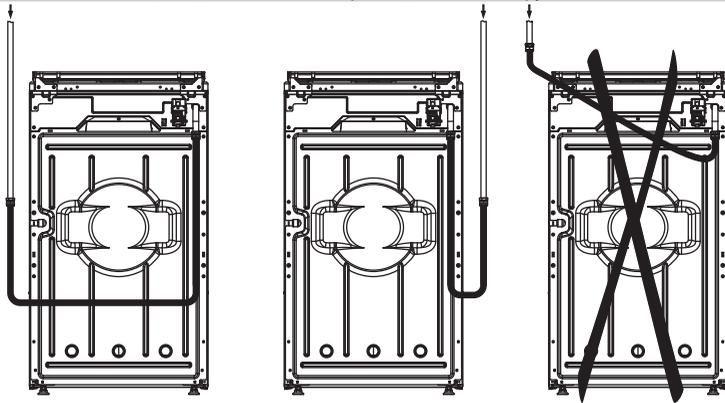

рис. 4
- гибкий присоединительный рукав не должен проходить в зоне горячего воздуха дымохода и касаться задней стенки плиты (рис. 4);
ПОМНИТЕ! После установки плиты на место обязательно проверьте положение гибкого шланга подвода газа и шнура питания (рис. 4). Они не должны проходить над дымоходом и касаться задней стенки плиты. Во время работы духовки там возникает высокая температура, которая может их повредить.